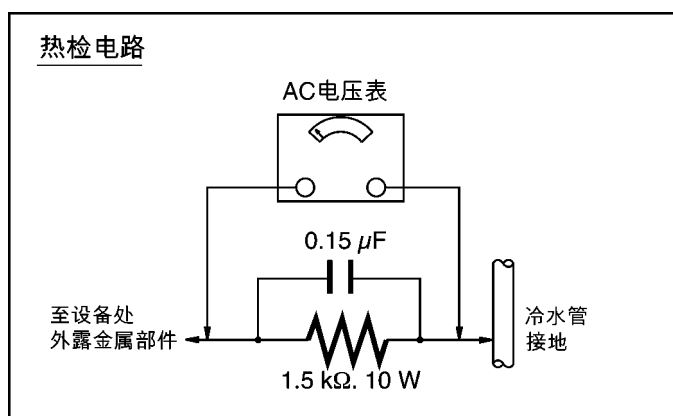

图 1
#### 2.1.2. 漏电热检查（图 1）
2. 在设备上各外露金属部分和良好接地之间连接一个  $1.5\text{k}\Omega$ ， $10\text{W}$  的电阻，并与  $0.15\mu\text{F}$  的电容器并联，如图 1 所示。